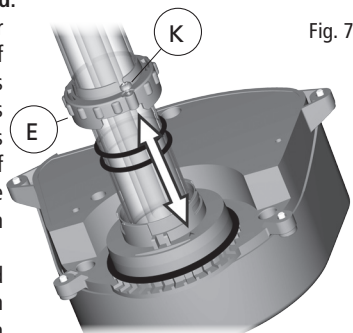
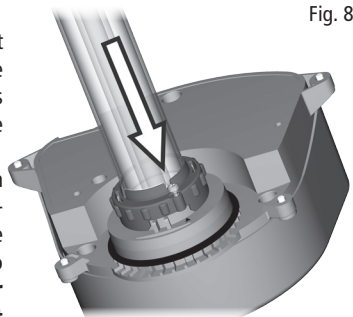
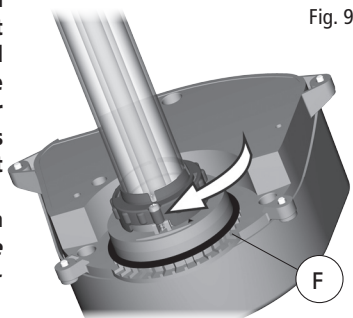

Fig. 7
Fig. 8
Fig. 9
- In deze fase is het mogelijk om de kwartsbuis (C) te reinigen, als dat nodig blijkt. **Gebruik een vochtige, zachte doek om kalkaanslag en puin weg te vegen. Voor hardnekkig vuil mag wat azijn worden gebruikt. Gebruik geen detergents of andere chemische schoonmaakmiddelen. Als het niet nodig is om de UV-C-lamp te vervangen, ga dan meteen naar punt #10.**
- Om aan de UV-C-lamp (B) te kunnen, verwijdert u de kwartsbuis (C) door eerst de veiligheidsschroef (K) van de opsluitflens (E) waarmee de buis vastzit aan de UV-C-kop, zo'n 3 slagen los te draaien. Draai vervolgens de opsluitflens zo'n 30° naar links tot de schroef gelijkstaat met de pijl in de UV-C-kop en trek om ze los te maken. Belangrijk: de opsluitflens is uitgerust met één anti-verliesschroef. De schroef hoeft er niet helemaal te worden uitgedraaid. Draai ze gewoon los tot de opsluitflens vrij kan worden gedraaid en losgemaakt.
- Trek vervolgens de UV-C-lamp (B) uit de lamphouder (als u de filter niet voor het eerst start) en vervang ze door een nieuwe. **WAARSCHUWING - PROBEER NIET OM NAAR DE LAMP TE KIJKEN TERWIJL ZE BRANDT!** Door de directe blootstelling aan het UV-licht kunnen uw ogen en huid beschadigd worden. Test de UV-C-lamp niet tenzij de filter helemaal gemonteerd en gesloten is. **BELANGRIJK** – Gebruik alleen originele Laguna-vervangstukken. Het juiste nummer van elk onderdeel vindt u in de lijst van vervangstukken.
- Breng de kwartsbuis (C) en de twee O-ringen (D) terug aan op hun oorspronkelijke plaats. Het is aanbevolen om de O-ringen met een gepast smeermiddel te smeren. **BELANGRIJK** – De lampdemper (Y) binnen in de kwartsbuis moet zich tussen de lamp en de bodem van de kwartsbuis bevinden. Verwijder hem niet. **BELANGRIJK** – **De twee O-ringen (D) van de kwartsbuis (C) moeten worden vervangen telkens als de eenheid wordt geopend.**
- Plaats de opsluitflens (E) in haar oorspronkelijke positie. Breng de schroef gewoon gelijk met de pijl en druk de flens naar de UV-C-kop toe, draai vervolgens de opsluitflens ongeveer 30° naar rechts in de richting van de veiligheidsschroef (K). Zet dan de opsluitflens vast door de veiligheidsschroef (K) aan te draaien (Fig. 7 - Fig. 8 - Fig. 9).